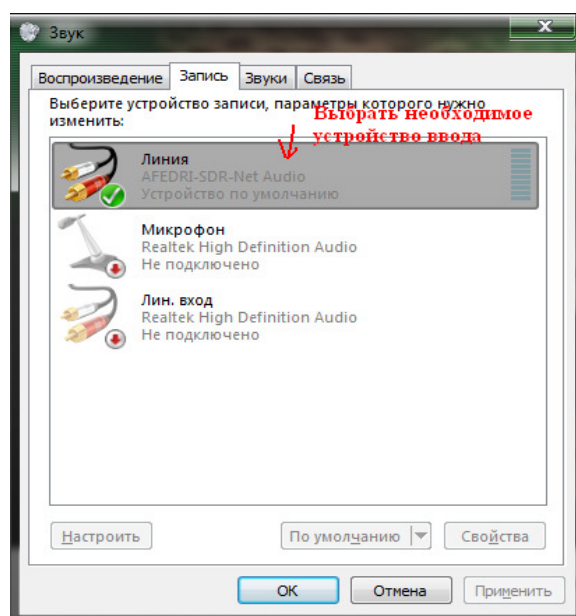

Figure 15 Окно «Звук»
- В открывшемся окне «Свойства: ...» нажать кнопку «По Умолчанию», см. рисунок **Figure 15**.